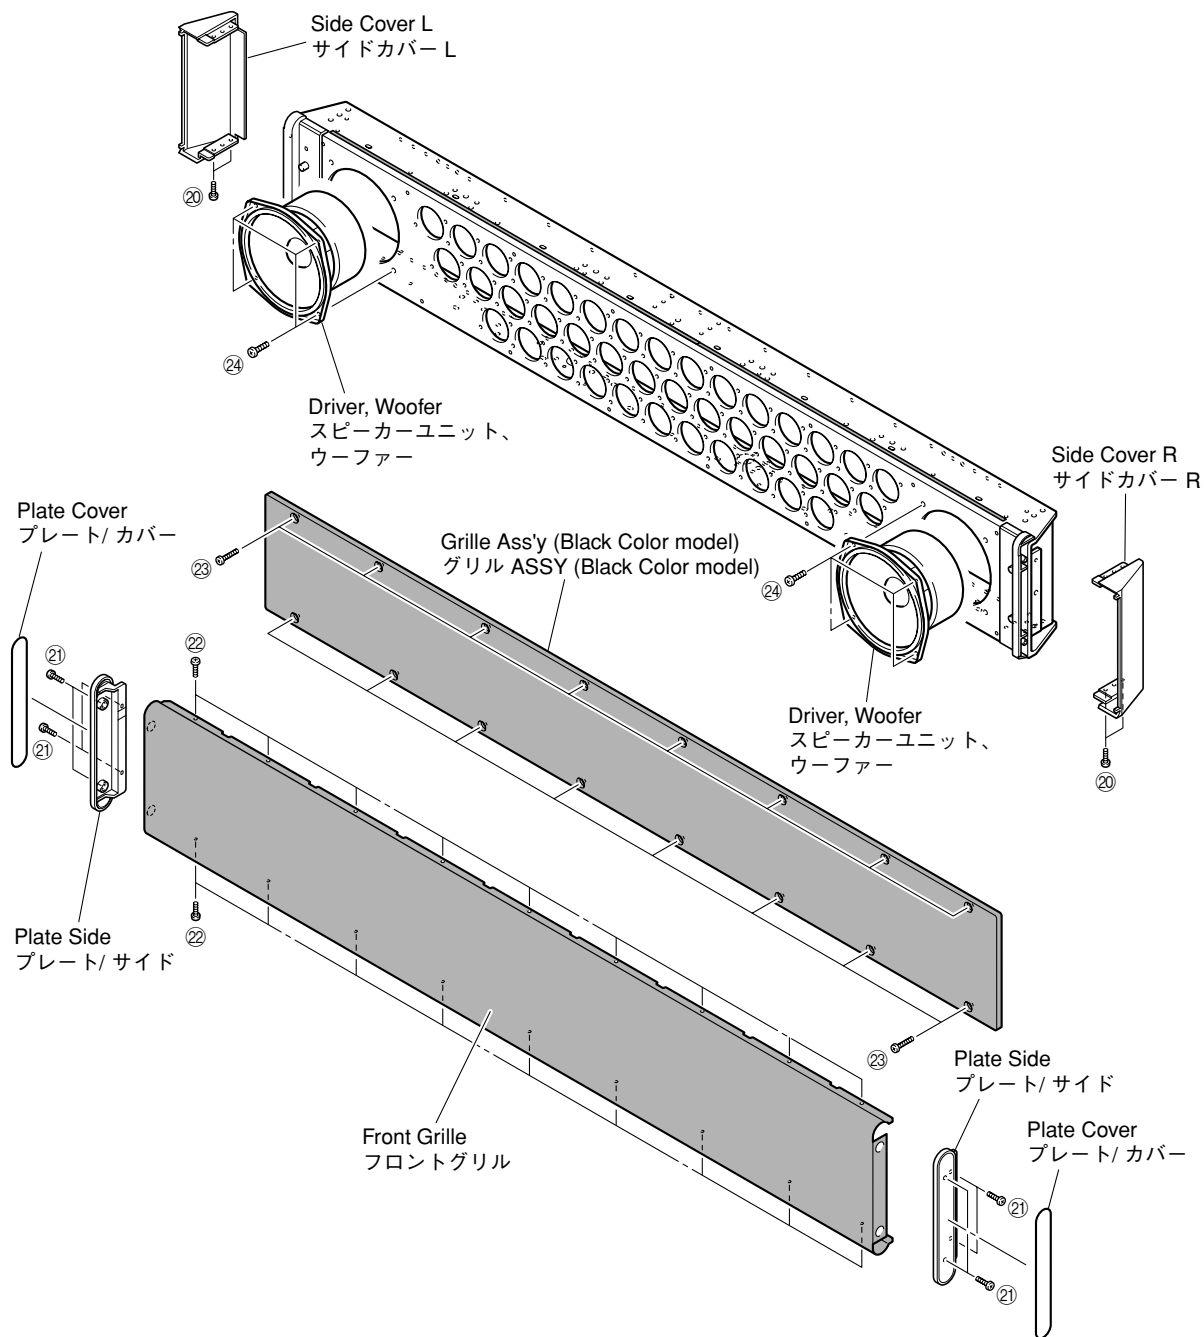

Fig. 11
- Remove 4 screws (20). (Fig. 11)
- Remove 4 screws (21). (Fig. 11)
- Remove 18 screws (22). (Fig. 11)
- Remove 16 screws (23). (Black Color model) (Fig. 11)
- Remove 8 screws (24). (Fig. 11)
- 20のネジ4本を外します。(Fig. 11)
- 21のネジ4本を外します。(Fig. 11)
- 22のネジ18本を外します。(Fig. 11)
- 23のネジ16本を外します。(Black Color model) (Fig. 11)
- 24のネジ8本を外します。(Fig. 11)